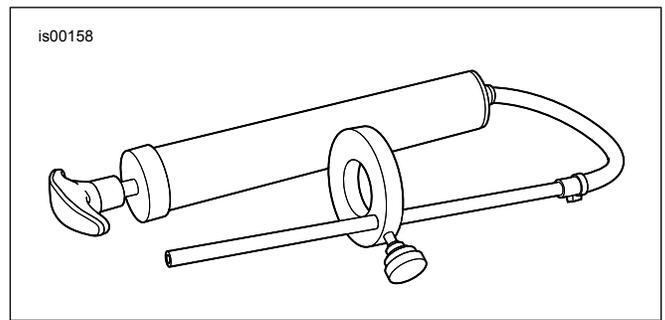

Figure 4. Jauge de niveau d'huile de fourche avant (HD-59000B)
- a. Voir Figure 4. Prendre la JAUGE DE NIVEAU D'HUILE DE FOURCHE AVANT (HD-59000B).